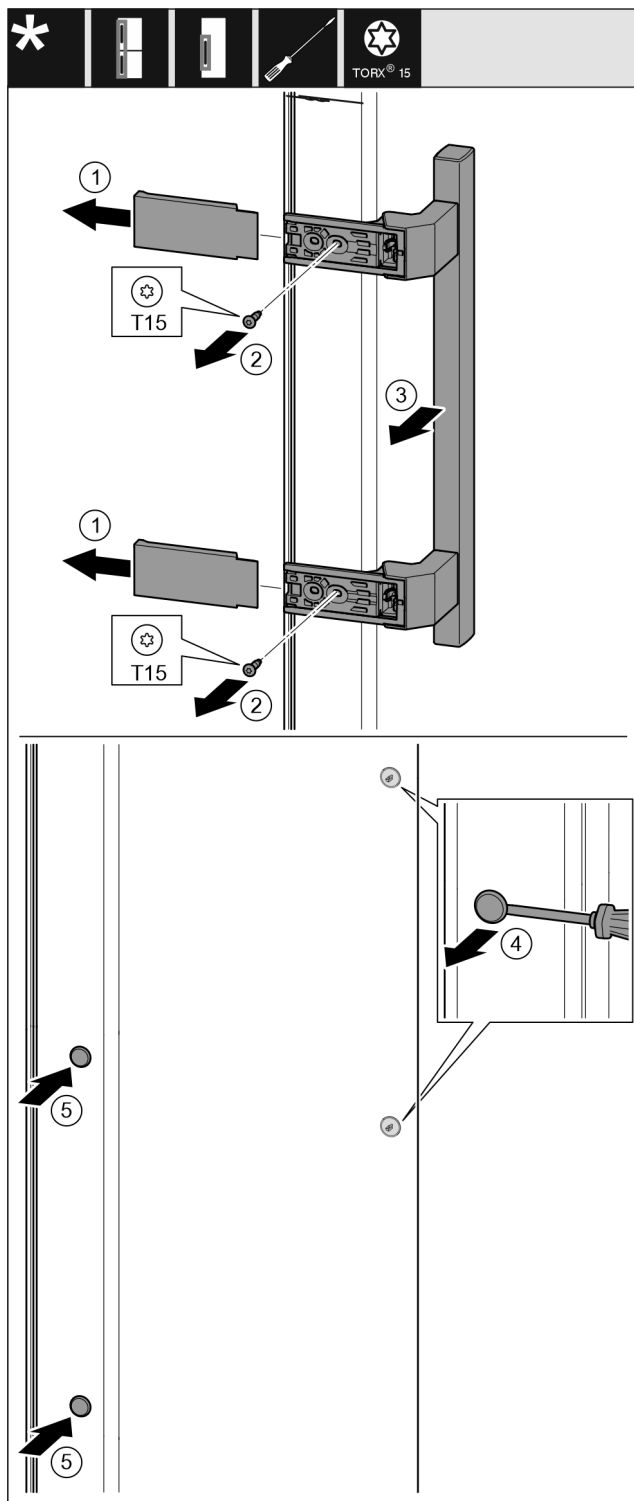

Fig. 14
- ▶ Снимите крышку. Fig. 14 (1)
- ▶ Выкрутите винты отверткой Torx 15. Fig. 14 (2)
- ▶ Снимите ручку. Fig. 14 (3)
- ▶ Осторожно поднимите шлицевой отверткой боковые заглушки и извлеките их. Fig. 14 (4)
- ▶ Снова вставьте заглушки с другой стороны. Fig. 14 (5)